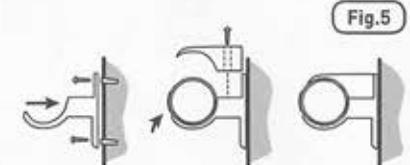

Fig.5
- * Una volta trovata una posizione idonea, avvitare al muro le due metà inferiori della staffa [Fig. 5].